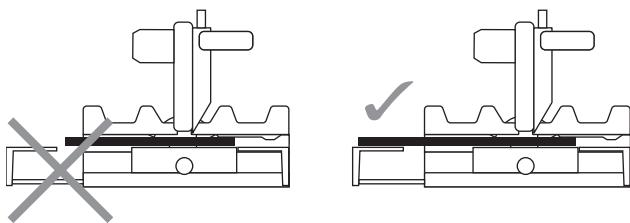

FIG. 31
**Utilisation des extensions coulissantes de la base** – Ces extensions fournissent un support additionnel pour l'ouvrage, et elles sont particulièrement utiles pour couper des ouvrages très longs. Pour repositionner les extensions, tournez simplement les boutons rouges situés sur la base, près des extensions, dans le sens contraire des aiguilles d'une montre. Pour serrer les extensions, tournez les boutons rouges dans le sens des aiguilles d'une montre (voir Figure 31).